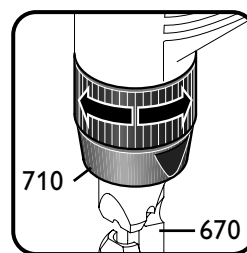
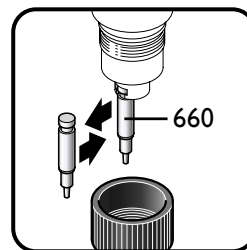

Abb. 1
Abb. 3
- 5.1 **Schneidrichtung einstellen** (Abb. 1 und 2)
- Überwurfmutter (710) ca. 3 Umdrehungen lösen.
- Matrizenträger (670) nach unten ziehen.
- 5.2 **Stempel wechseln** (Abb. 3)
- Überwurfmutter (710) lösen.
- Matrizenträger (670) abziehen.
- Stempel (660) wechseln.
- Matrizenträger (670) aufsetzen.
- Überwurfmutter (710) festziehen.